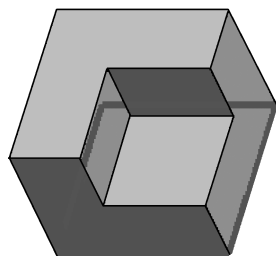

图 7-100 排除的边
(3) 单击【排除】按钮，弹出【排除】下滑面板，此时【排除的边】收集器处于淡绿色激活状态，按住〈Ctrl〉键在图形区选择如图 7-100 所示的 4 条边。